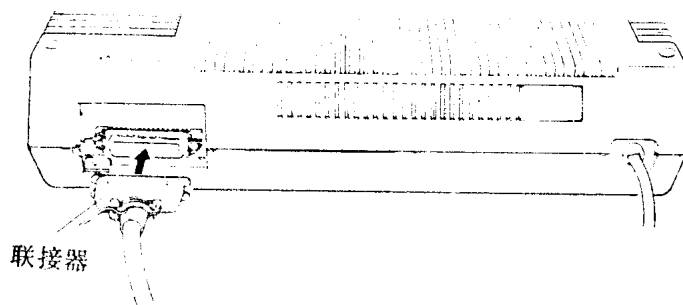

图2-1 打印机电缆联接
- (2) 用相应的电缆将它牢固的推进打印机的接线夹内。
- (3) 要进行检查工作,保证电缆在接口处锁牢,打印机联接如图2-1所示。